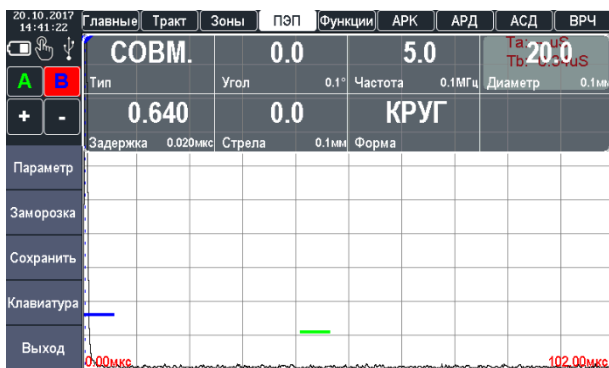
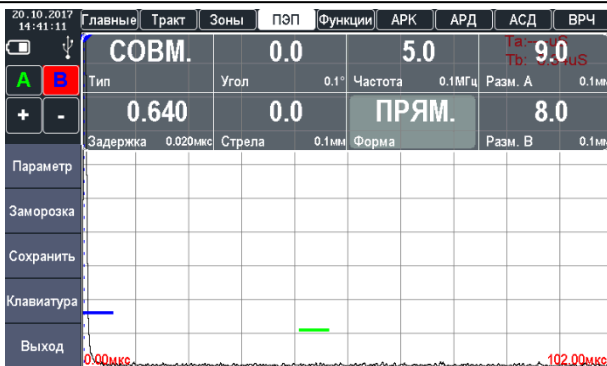

Рисунок 2.12 – Установка диаметра пьезопластины
Рисунок 2.13 – Установка размеров прямоугольной пьезопластины
5. Форма пьезопластины «ФОРМА», может быть прямоугольной («ПРЯМ.») или круглой («КРУГ»). В зависимости от выбранной формы можно задать либо диаметр пьезопластины (рис. 2.12), либо размеры сторон (рис. 2.13). Эти параметры необходимы для постройки АРД диаграм (см. п. 2.4.10).